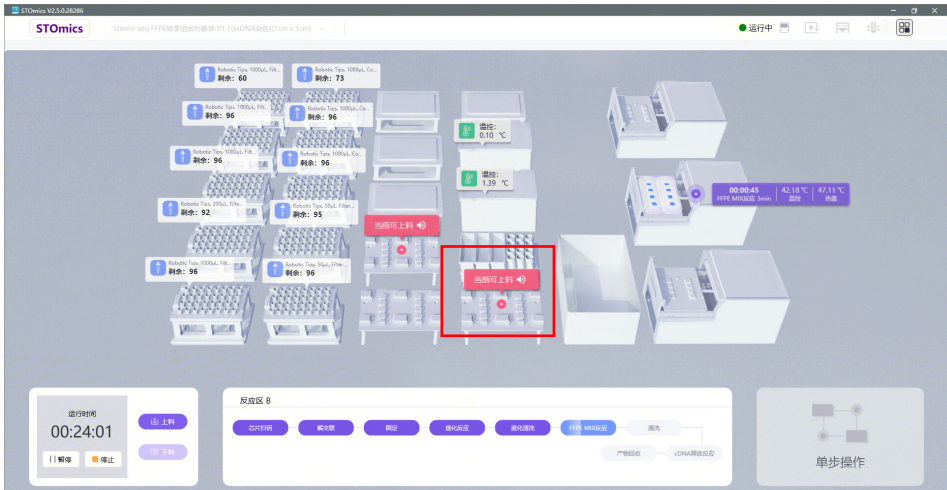
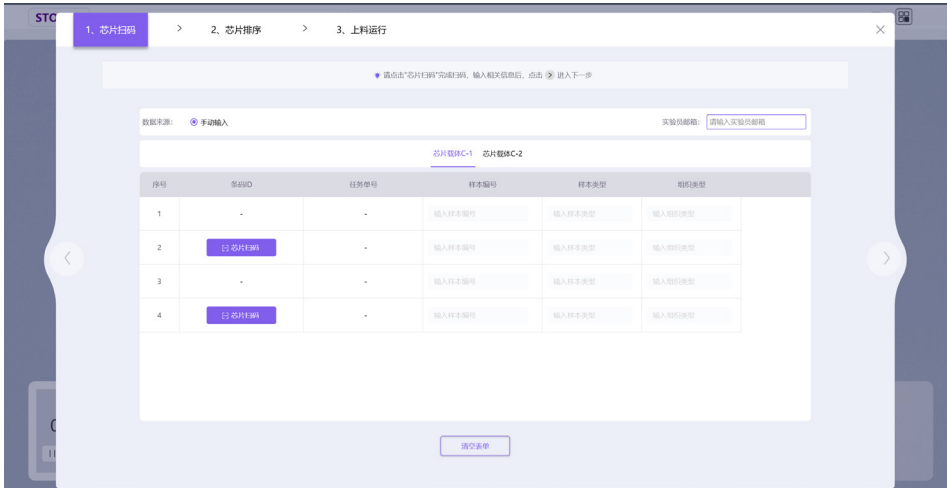

图 3-28 STOmics 软件提示可在其他上样区上样
图 3-29 第二个反应模块的芯片扫码界面
- b. 当第一个反应模块的样本运行至“FFPE MIX 反应”或“cDNA 释放反应”阶段时，机器会发出蜂鸣声，软件弹窗提示“当前可上料”，如图 3-28 所示。此时点击软件页面左下方的“上料”按钮，即可进入“芯片扫码”页面（如图 3-29）；
- c. 如图 3-29 所示，选择第二个反应模块对应的芯片载体的信息录入界面，扫描录入芯片 ID 等样本信息；